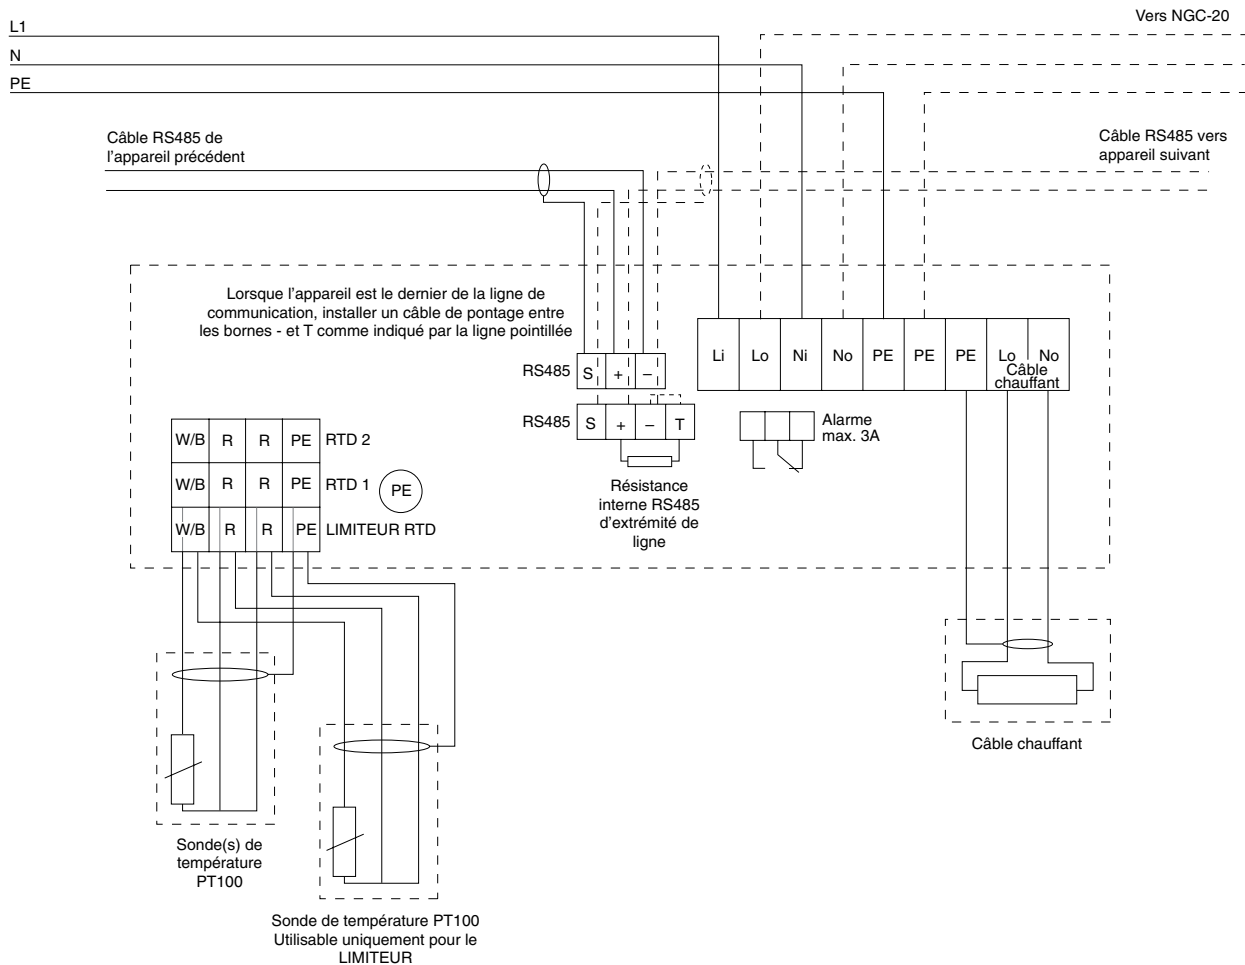

Figure 2: Schéma de câblage NGC-20-C(L)-E
- La position correcte est sur le dessus du tuyau (figure 2)
- Veiller à ce que l'humidité ne puisse pas pénétrer sous le calorifuge à la sortie du câble de sonde (figure 2)